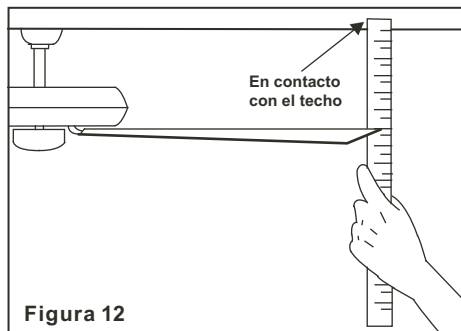

Figura 12
2. La mayoría de los problemas de oscilación se originan cuando los niveles de las aspas son desiguales. Revisar este nivel por medio de seleccionar un punto del techo por encima de la punta de una de las aspas. Medir esta distancia como se muestra en la Figura 12. Rotar el ventilador hasta que la siguiente aspa esté ubicada para medición. procedimiento para cada aspa. Las medi repetir el das hacer fucional deben mantenerse dentro de 1/8 pulgadas (3mm).